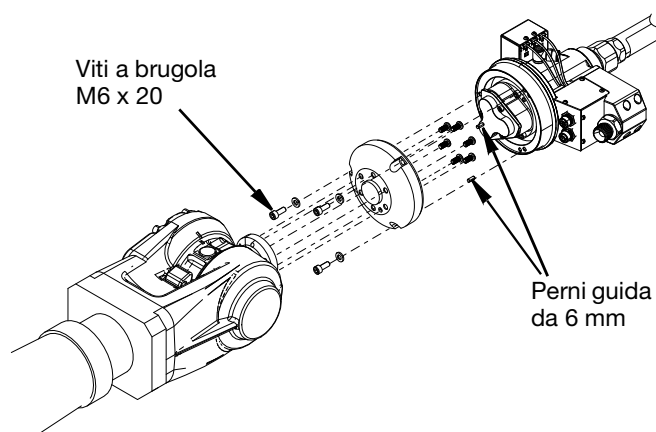

FIG. 2
2. La flangia di montaggio viene quindi fissata al corpo della pistola Switch 3D in acciaio inossidabile con tre viti a testa con cava esagonale M6x20. Serrare a una coppia di 11,1 N•m (98,2 in-lb). È importante assicurarsi che i perni guida da 6 mm forniti con il kit siano inseriti nelle posizioni corrette. Vedere FIG. 2.